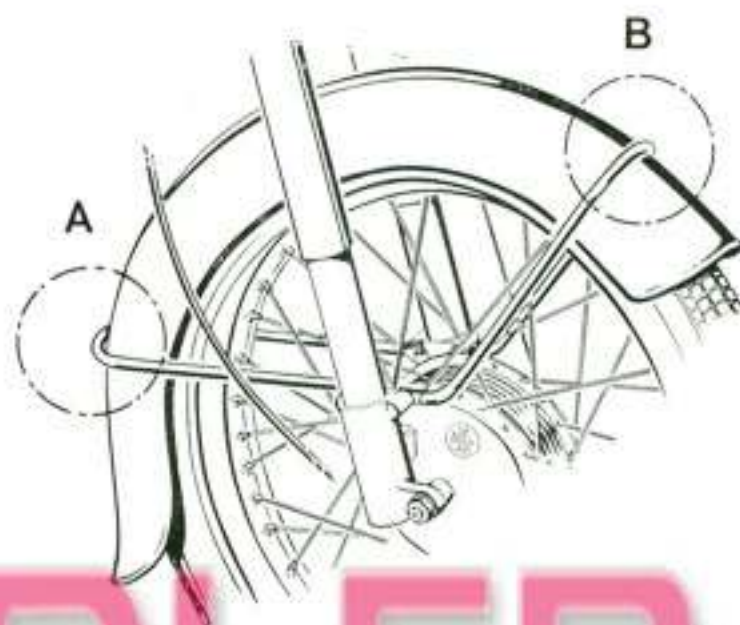

Bild 1
gemäß Bild 1 und 2 zu ändern.
1. Bis Fahrgestell-Nr. 3041890 sind beide Kotflügelstreben wie im Bild 1 und 2 angegeben, zu befestigen.
2. Ab Fahrgestell-Nr. 3041891 bis Fahrgestell-Nr. 3042157 ist nur noch die hintere Kotflügelstrebe mit den angegebenen Schrauben wie im Bild 1 A zu ändern.
2. Ab Fahrgestell-Nr. 5042944 bis Fahrgestell-Nr. 5044446 brauchen nur die hinteren Streben nach Bild 1 A geändert zu werden.